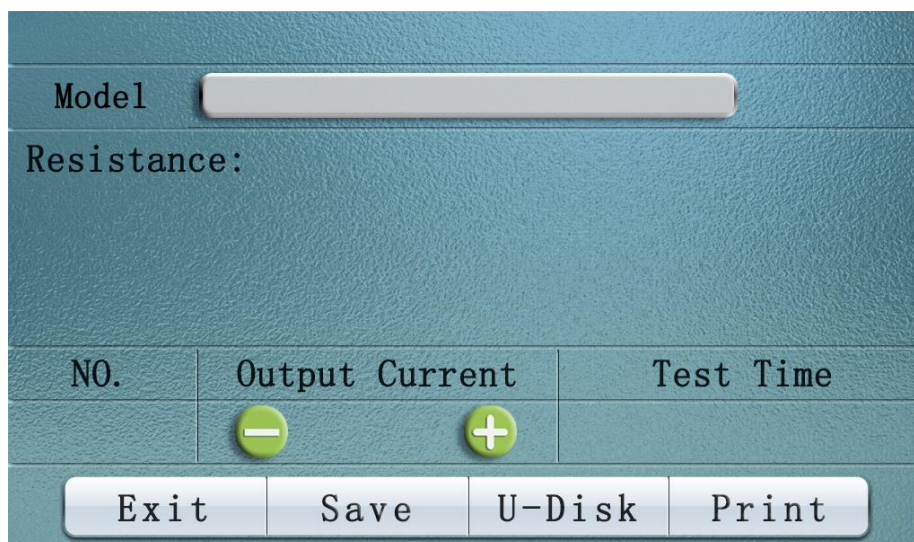

Figura 3
3. Depois que a corrente for selecionada, clique em **"Start test"**, que significa "Aguarde carregamento" para entrar no estado de teste. Os resultados do teste serão exibidos após alguns segundos, como mostra na Figura 3.